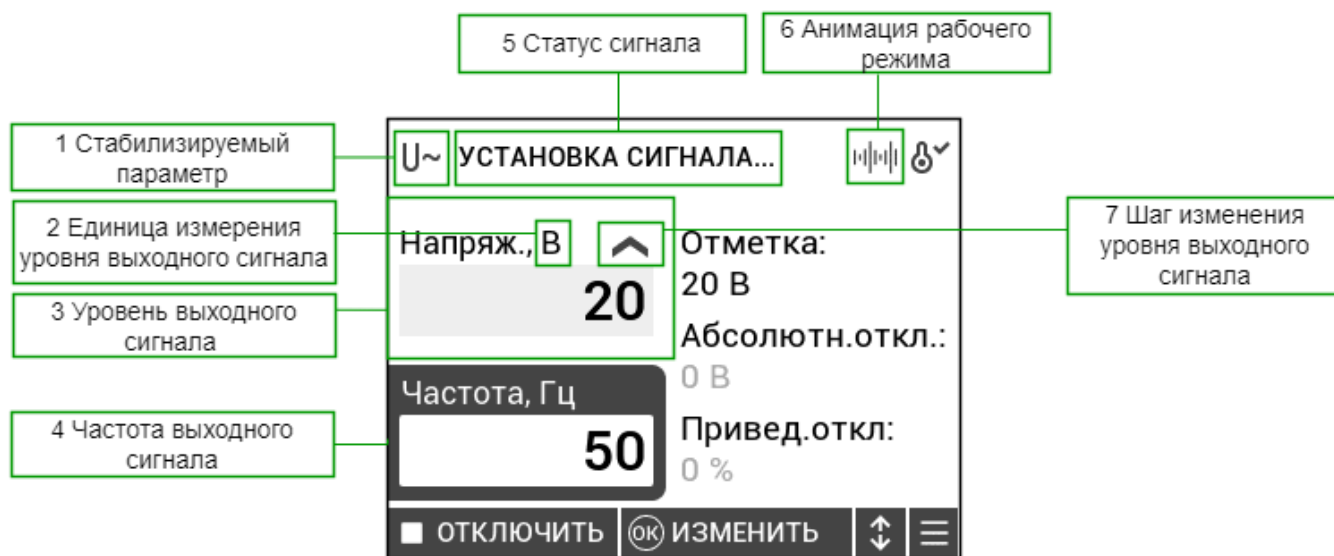

Рисунок 7 – Экран источника
2.8.1.1 На экране источника осуществляется включение и выключение сигнала, а также изменение его параметров (рисунок 7).